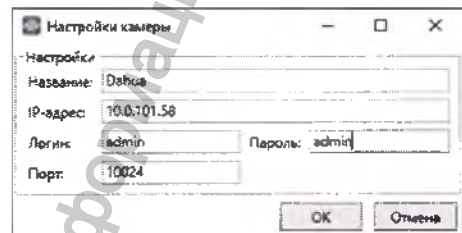

Рис. 12. Настройки подключения камеры по протоколу ONVIF
8. В окне настроек камеры укажите ее название (произвольно), IP-адрес, полученный с помощью утилиты ConfigTool, логин и пароль для доступа к камере. Номер порта программа выберет автоматически. Нажмите кнопку «OK» (рис. 12).